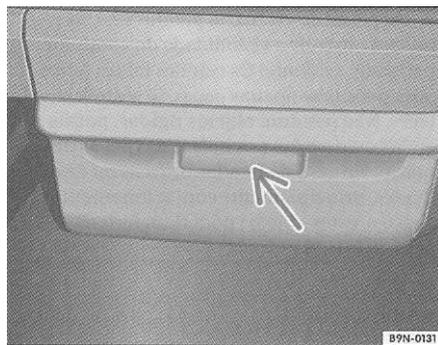

Fig. 71 Gaveta sob o banco do condutor
- Levante a gaveta pelo puxador => fig. 71 -seta- e puxe-a para frente.